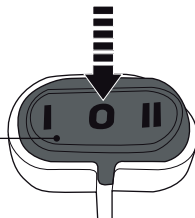

Fig. 22
- > Ponga el interruptor encendido / apagado (1) en la posición O para apagarlo (Fig. 22).